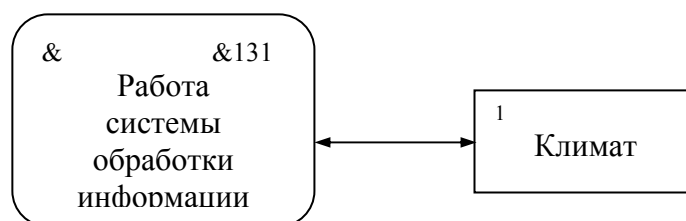

Рис. 83. Внешняя сущность
**Стрелки (потоки данных).** Стрелки описывают движение объектов из одной части системы в другую. Поскольку в **DFD** каждая сторона работы не имеет четкого назначения, как в **IDEF0**, стрелки могут подходить и выходить из любой грани прямоугольника работы. В **DFD** также применяются двунаправленные стрелки для описания диалогов типа команды-ответа между работами, между работой и внешней сущностью и между внешними сущностями (рис. 83).